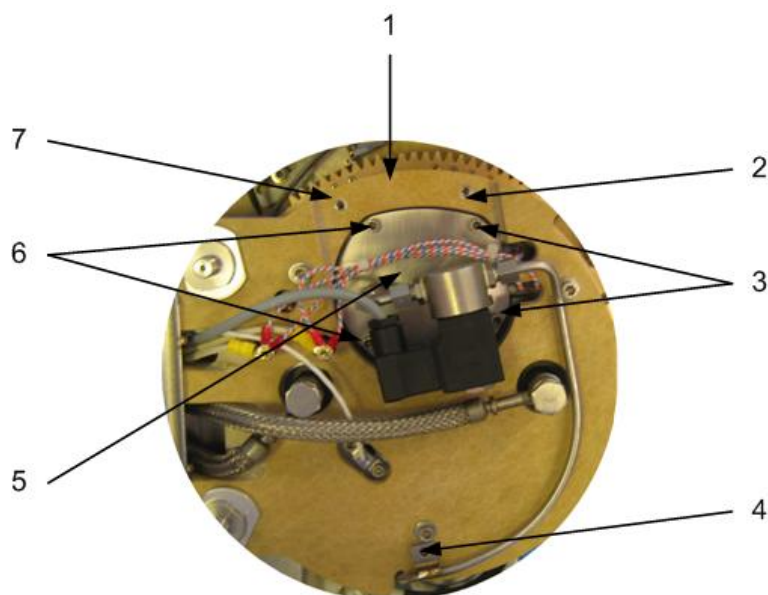

Figure 11 - Dépose du bouchon de filtre
- Dévisser les 2 vis de fixation (2 et 7, Figure 11) (clé BTR de 4) de la plaque d'isolation du bouchon de filtre (1, Figure 11).
- Ouvrir le couvercle du STERIGERMS et déposer la plaque d'isolation du bouchon de filtre (1, Figure 11).
- Dévisser les 4 vis de fixation (3 et 6, Figure 11) du bouchon de filtre (5, Figure 11) (clé BTR emmanchée de 4).
- Remettre en position le bouchon de filtre (5, Figure 11) et le fixer à l'aide de ses 4 vis de fixation (3 et 6, Figure 11) (clé BTR emmanchée de 4).
- Ouvrir le couvercle du STERIGERMS et insérer la plaque d'isolation du bouchon de filtre (1, Figure 11).
- Visser les 2 vis de fixation (2 et 7, Figure 11) (clé BTR de 4) de la plaque d'isolation du bouchon de filtre.